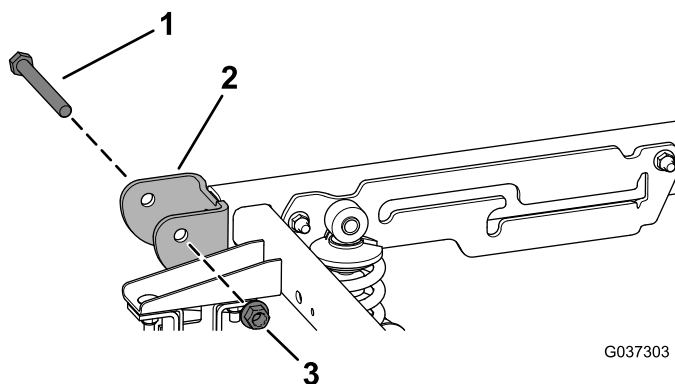

Figur 3
3. Skub støttepinden fremad ud af den forsænkede åbning, og fjern støttepinden (Figur 3).